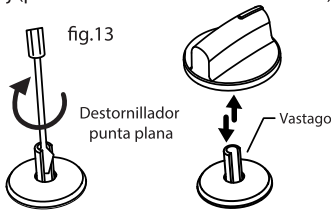

fig.13
1.- Una vez cambiados los inyectores es necesario ajustar la llama en mínimo así: Encienda el quemador y llévelo a la mínima. Retire la perilla halando. (fig.13)
2.- Inserte un destornillador punta plana en el vástago de la válvula y gírelo 40° en el sentido contrario a las manecillas del reloj, hasta obtener la llama deseada y la válvula del horno girarla 150° (no debe ser muy débil pues se puede apagar)(fig.13)